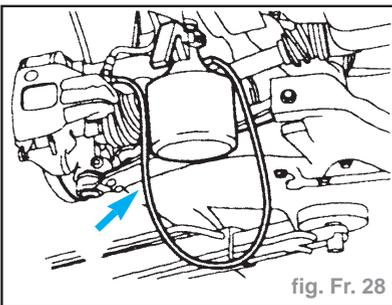

fig. Fr. 28
- Poser un tube de purge sur le purgeur d'étrier avant gauche (fig. Fr. 28).